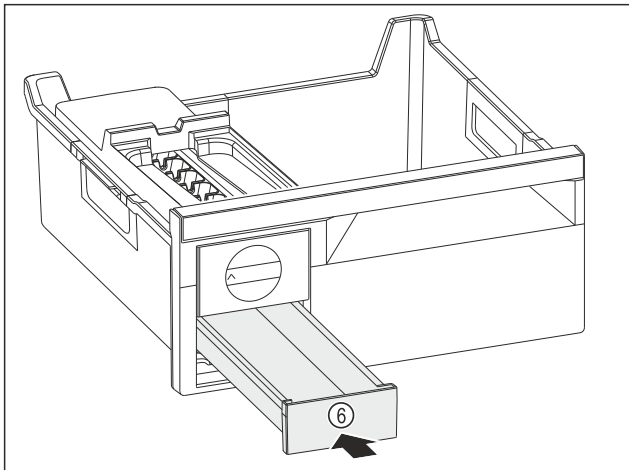

Fig. 141
- ▶ Skub isterningskuffen Fig. 141 (6) ind.